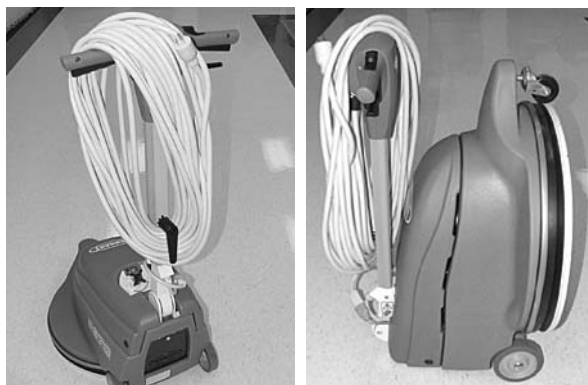

図 11
1. 保管の前に電源コードを抜き、パッドを取り外します。コードの損傷を防ぐため、コードフックとハンドルにコードをしっかりと巻きつけてください。（図11）
3. 狭い場所に保管する場合は、操作ハンドルを図11のように折りたたみます。